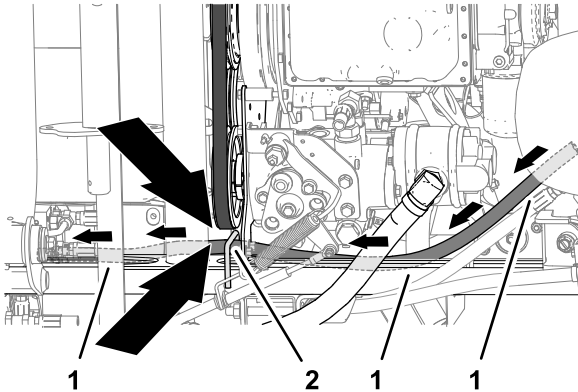

Рисунок 49
2. Проложите шланг вдоль швеллера рамы по направлению к консоли управления (Рисунок 49).